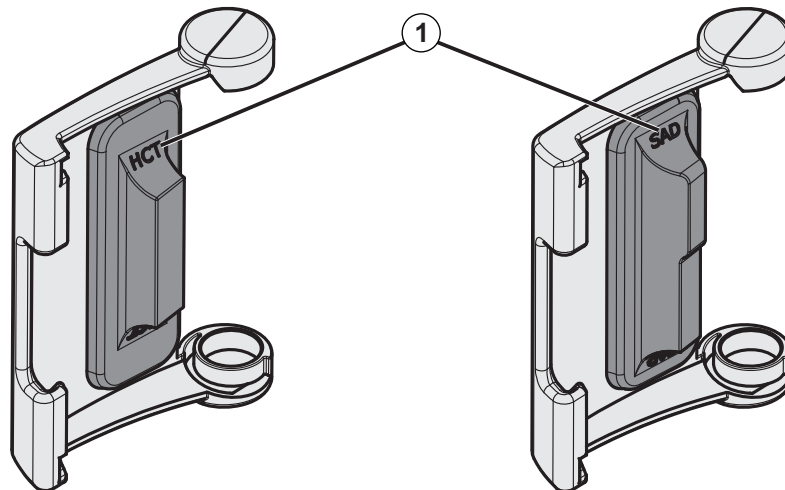

Fig. 7-20 Simboli su sportello sensore HCT e SAD
Quando si reinstallano gli sportelli dei sensori SAD e HCT dopo la pulizia, accertarsi di non scambiarsi! Sul lato posteriore degli sportelli sono presenti i simboli *SAD* e *HCT* (vedere Fig. 7-20 , ① ).